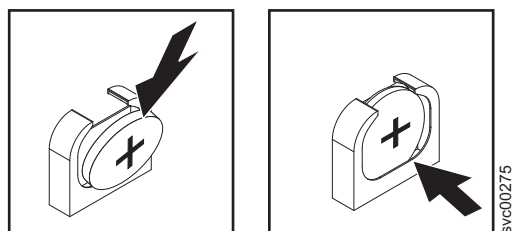

Figura 191. Suporte de Bateria CMOS do SAN Volume Controller 2145-DH8
- b. Pressione a toda a bateria no soquete até que ela se encaixe no lugar. Certifique-se de que o grampo da bateria prenda a bateria firmemente, conforme mostrado na Figura 191.